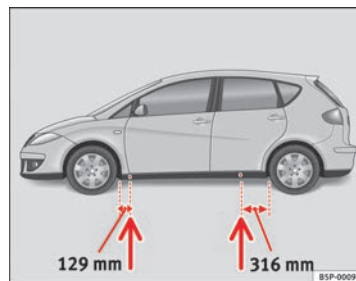

Fig. 176 Puntos de apoyo del gato
- Busque en el larguero inferior del vehículo el punto de apoyo mas cercano a la rueda pinchada ⇒ fig. 176.
En el larguero inferior van marcados los lugares en los que se puede apoyar el gato ⇒ fig. 176. Se ha previsto un lugar para cada rueda. El gato no debe colocarse en otros lugares.